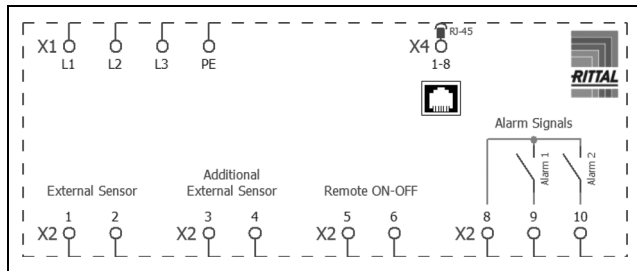

Imagen 12: Esquema de conexiones
■ Utilice el conector de red de la bolsa de accesorios y realice la alimentación a red según el esquema de conexión correspondiente (imagen 12).